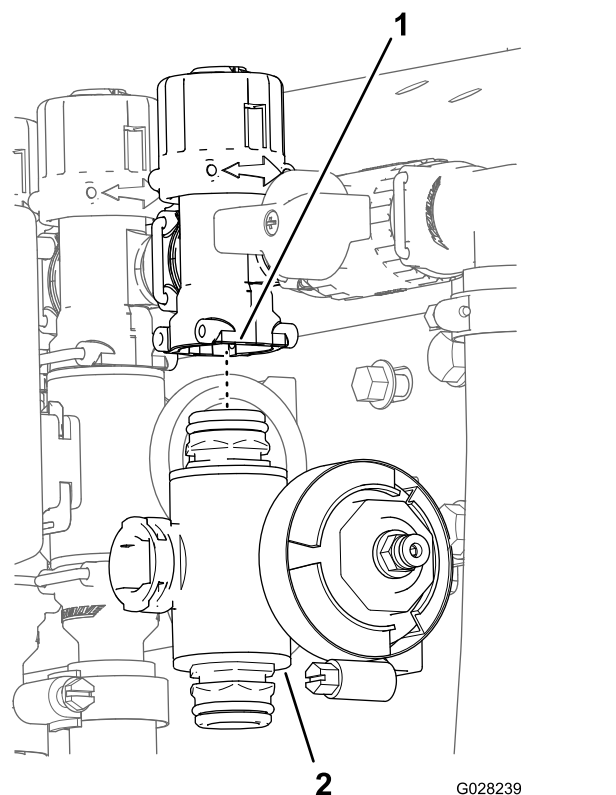

Рисунок 76
3. Клапаны левой или правой секций: отверните болты с фланцевыми головками и фланцевые контргайки, которые крепят клапан (клапаны) секции к опоре крепления клапанов, и снимите коллектор (коллекторы) клапанов с машины. Клапан средней секции: снимите коллектор клапана секции с машины (Рисунок 76).